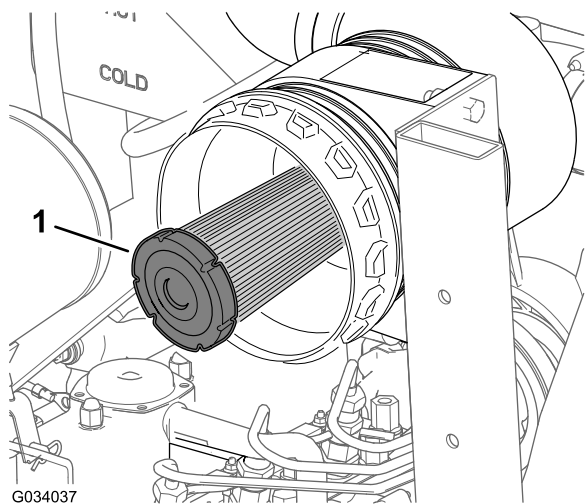

Figura 44
2. Verificate l'assenza di polvere e detriti nel filtro di sicurezza dell'aria (Figura 44).
Importante: Non cercate mai di pulire il filtro di sicurezza (Figura 44). Sostituitelo ogni 3 interventi di manutenzione sul filtro primario.